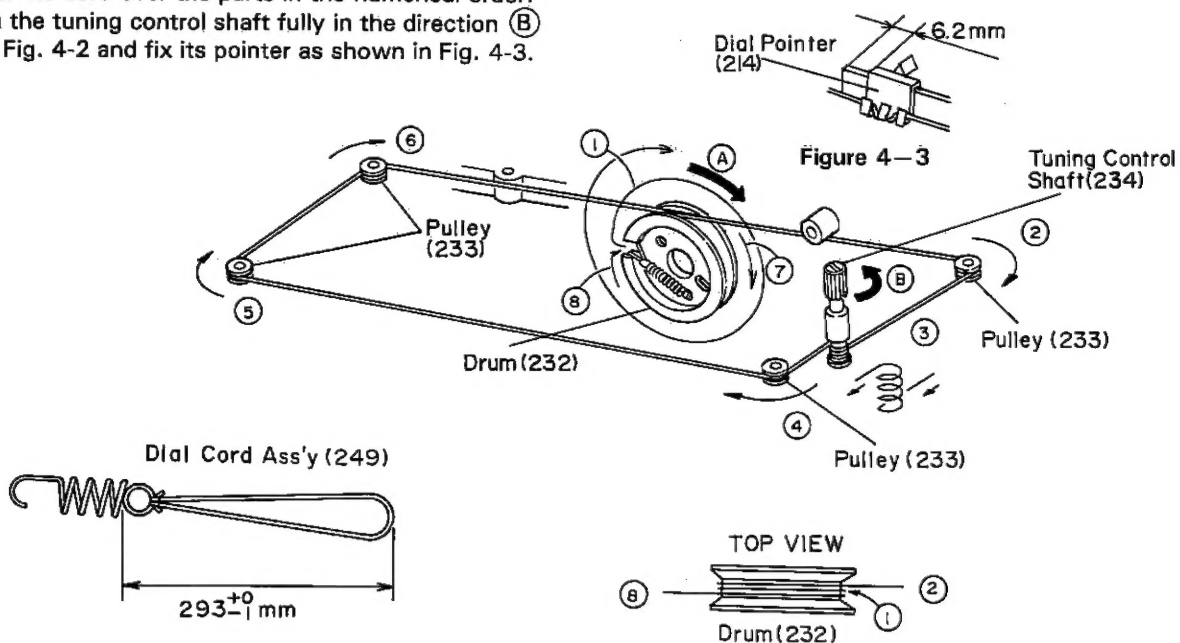

Figure 4-2
1. Turn the drum fully in the direction (A) shown in Fig. 4-2 and stretch its cord over the parts in the numerical order.
2. Then turn the tuning control shaft fully in the direction (B) shown in Fig. 4-2 and fix its pointer as shown in Fig. 4-3.
1. Die Trommel gemäß Abb. 4-2 bis zum Anschlag in Richtung Ⓐ drehen, dann die Schnur in der numerischen Reihenfolge über die einzelnen Teile spannen.
2. Die Abstimmstellerachse gemäß Abb. 4-2 bis zum Anschlag in Richtung Ⓑ drehen, dann den Zeiger gemäß Abb. 4-3 befestigen.
1. Tourner le tambour entièrement dans le sens Ⓐ montré sur la Fig. 4-2 et passer le cordon sur les organes indiqués et dans l'ordre numérique.
2. Tourner l'arbre de commande d'accord entièrement dans le sens Ⓑ montré sur la Fig. 4-2 et fixer son index comme le montre la Fig. 4-3.